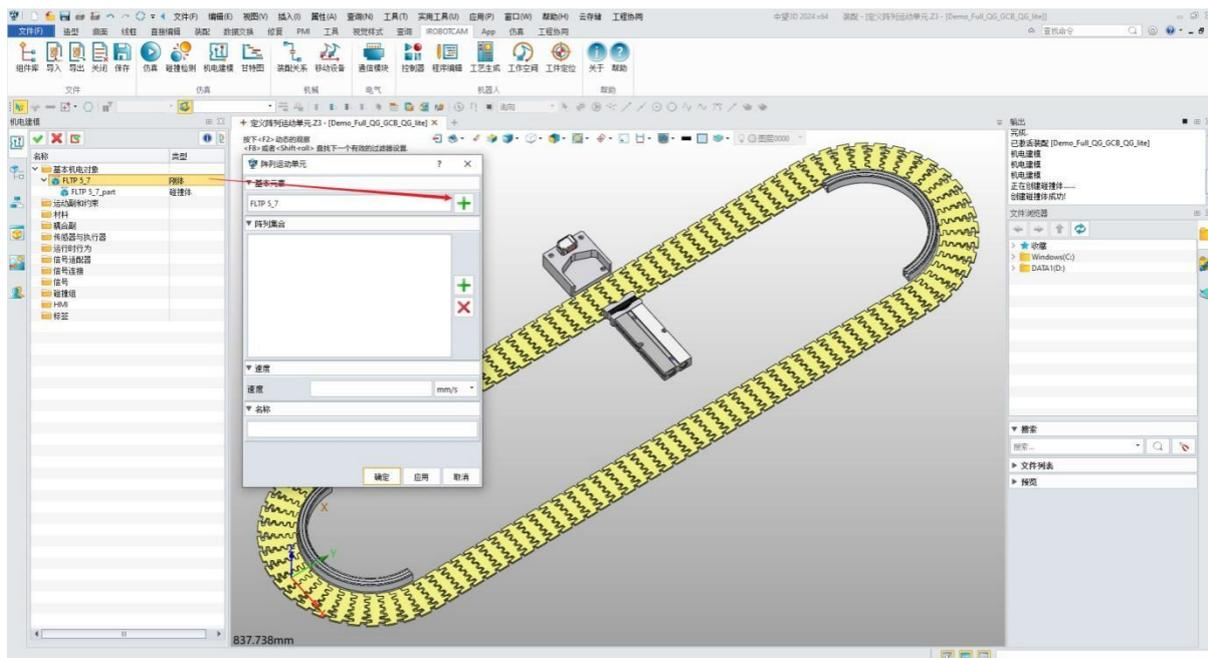

图 7-10: 基本对象
- 分配一个描述性的“名称”（例如，“Conveyor_Belt_1”）以便于识别。（图 7-10）